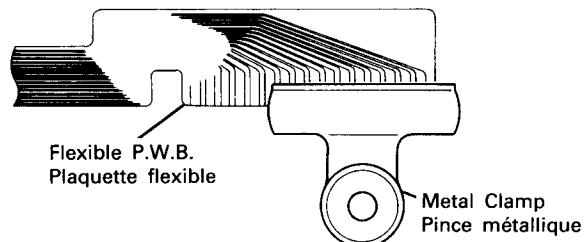

Fig. 18
- 7) Since the Flexible P.W.B. can be cut easily make sure not to use excessive force when servicing the Unit Mechanism Assembly (replacing parts). Ground the flexible P.W.B. after it is removed by clamping it with a metal clamp or similar metal object. (Fig. 18)
- 7) Etant donné que la plaquette flexible peut facilement cassée, veiller à ne pas appliquer de force excessive lors de la réparation de l'ensemble du mécanisme de l'unité. Relier à la terre la plaquette flexible - après avoir enlevée - à l'aide d'une pince métallique ou d'un objet métallique similaire (Fig. 18).